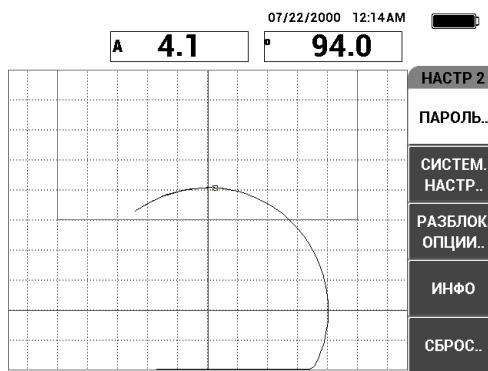

Рис. 7-3 Меню ИНФО
2. Нажмите клавишу D, чтобы открыть меню ИНФО (см. Рис. 7-3 на стр. 183).